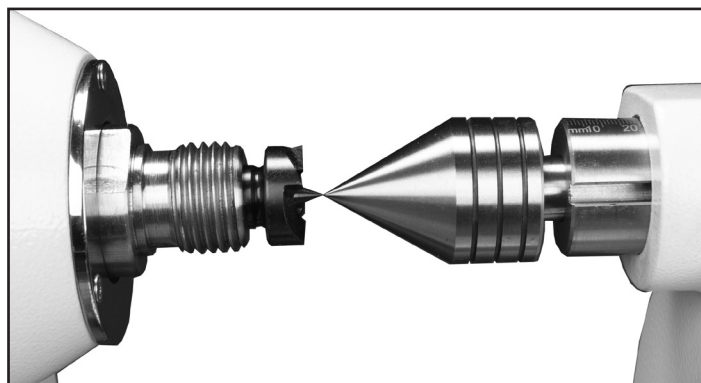

FIG. 37
1. Glissez la poupée mobile vers la poupée fixe jusqu'à ce que la pointe centrale de la contrepointe fasse presque contact avec la pointe de la poupée fixe. Figure 37.